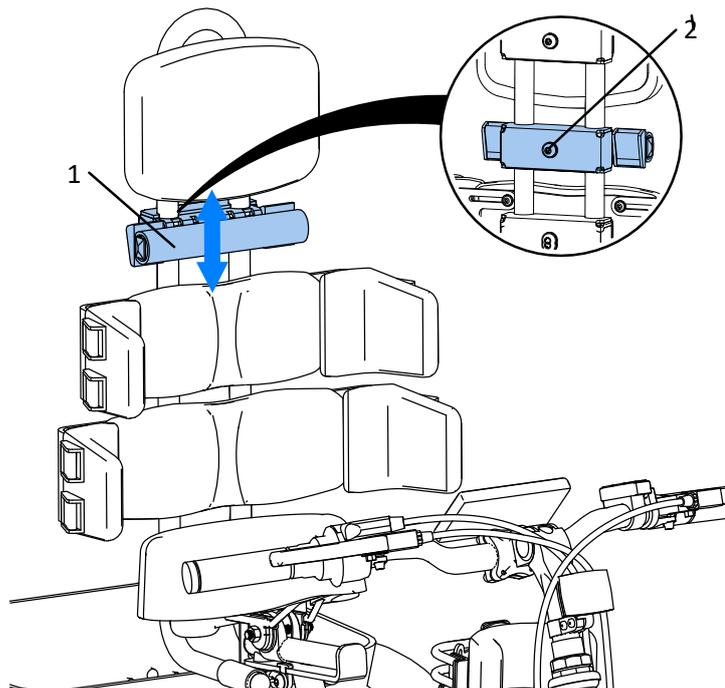

Abb. 31
Die Universalhalterung (1) wird zur Befestigung einer Weste oder eines Gürtels verwendet. Die Halterung kann entlang der Rückenstütze Abb. 31 auf jede Höhe eingestellt werden. Lösen Sie dazu die Schraube (2). Sobald die Höhe der Halterung eingestellt ist, ziehen Sie die Schraube (2) fest.